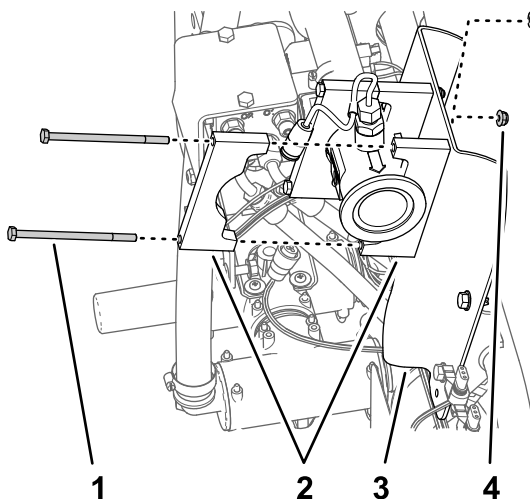

Figura 75
- Alinhe as duas metades de grampo dos suportes entre o fluxímetro e o suporte do fluxímetro e alinhe os furos nas metades dos grampos com os furos no suporte (**Figura 75**).
4. Alinhe uma metade do grampo do suporte no lado traseiro do fluxímetro com uma das metades do grampo que montou no passo 3 (Figura 75).
5. Monte o par de metades do grampo no suporte do fluxímetro (Figura 75) com dois parafusos (1/4 pol. x 4 1/2 pol.) e duas porcas de bloqueio flangeadas (1/4 pol.).